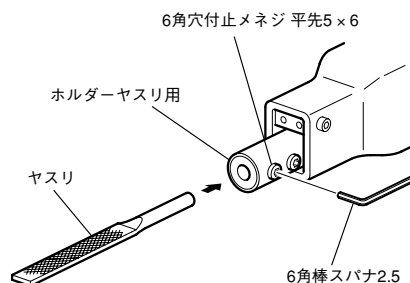

図4
- (1) 付属の六角棒スパナ2.5にて六角穴付止めネジ 平先5×6をゆるめます。
- (2) ヤスリを十分奥までホルダーに差し込んでください。
- (3) 六角穴付止めネジ 平先5×6を確実に締めつけます。（図4）